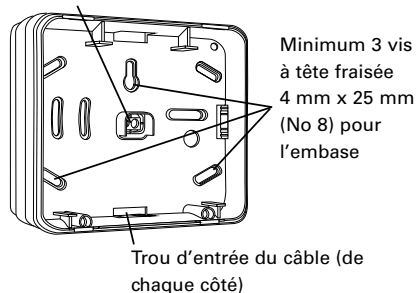

Figure 5. Fixation de l'embase du clavier
2. Fixer le bornier d'autoprotection et chaque coin de l'embase sur la surface de montage (Figure 5).